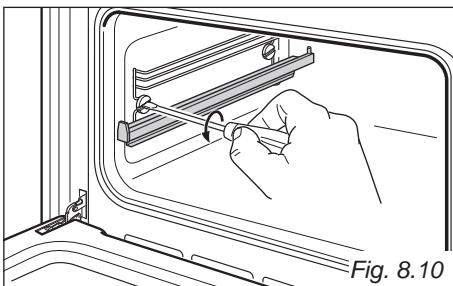

Fig. 8.10
- Retirez les grilles latérales en dévissant les vis de fixation (fig. 8.10).